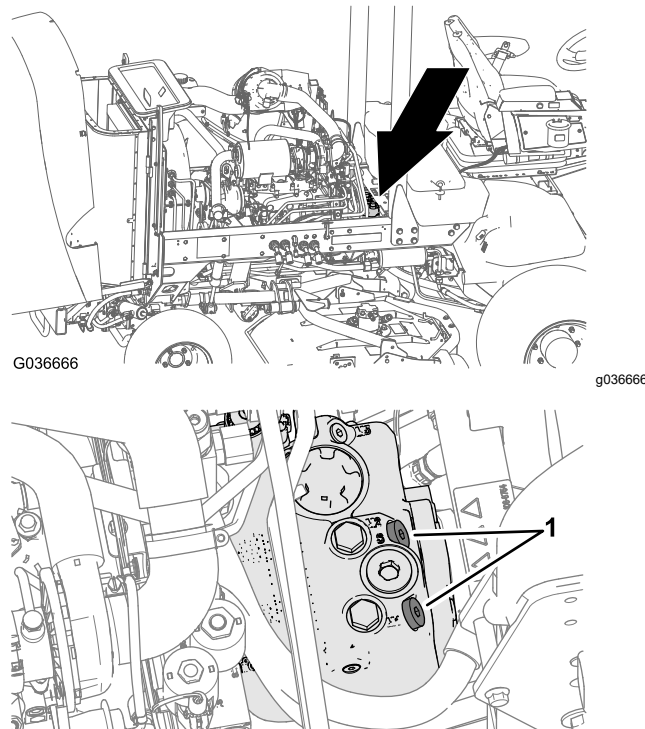

Figura 74
1. Deschideți capota și localizați supapele de siguranță (Figura 74) în partea de sus a pompei, în spatele bateriei/cutiilor de depozitare.